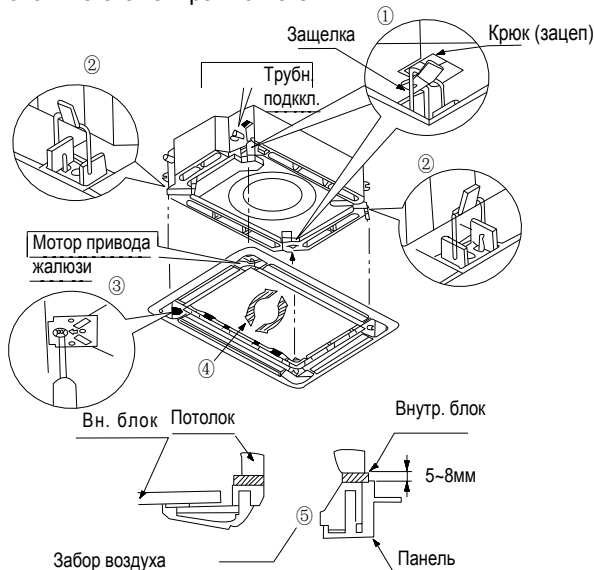

Рис. 4.36
- (1) Установите панель зацепив крюки со стороны трубопроводов и напротив их.
- (2) Навесьте оставшиеся 2 зацепа на крючки по бокам внутреннего блока не допуская заземления проводки привода жалюзи.
- (3) Вверните и затяните четыре винта под защелками. Панель приподнимется.
- (4) Отрегулируйте панель, как показано на рис. 4.36.
- (5) Затяните винты до тех пор, пока толщина герметизирующего материала между панелью и блоком не станет равной 5-8мм.